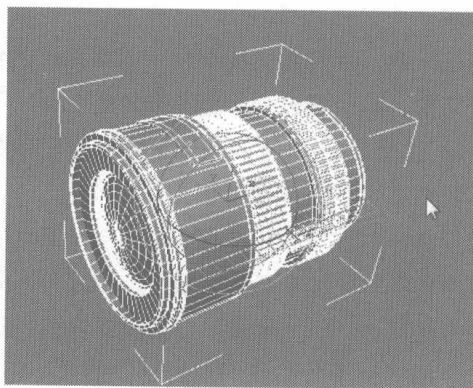

图 6.504
- 13** 将镜头上的对焦旋转到水平的正上方，如图 6.504 所示，并将群组后的中心点移动到镜头的中心位置。